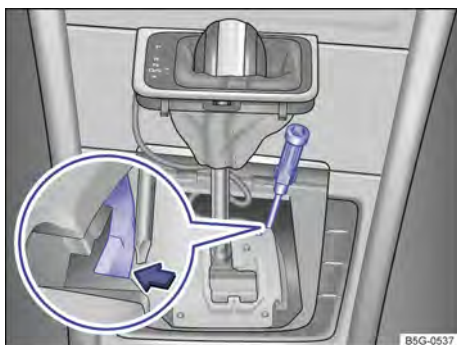

Fig. 122 Desinstalar a cobertura do quadro da alavanca seletora.
- Puxar cuidadosamente para cima a cobertura na região da guarnição da alavanca seletora com os cabos elétricos conectados → Fig. 122.